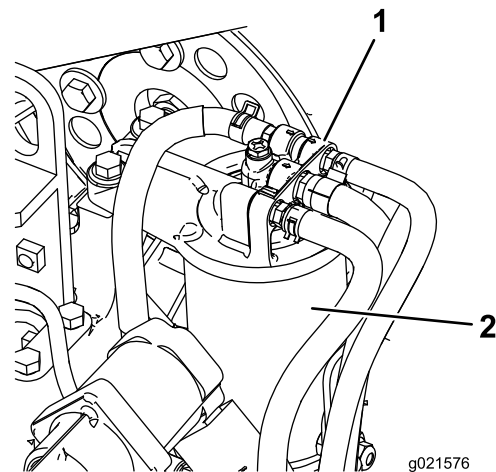

Bild 64
2. Entfernen Sie den Filter und reinigen die Kontaktfläche (**Bild 64**).
1. Reinigen Sie den Bereich um den Kraftstofffilterkopf (**Bild 64**).